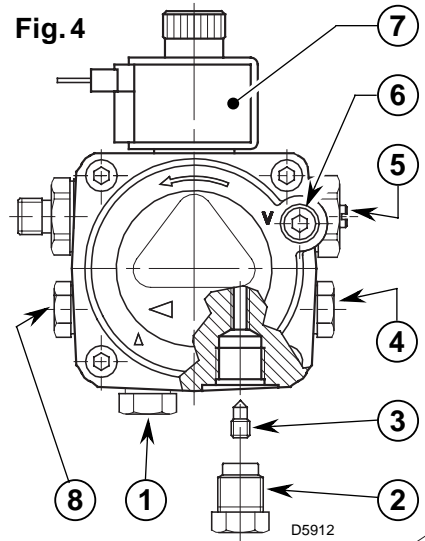

Fig. 4
Para el funcionamiento monotubo, se debe desenroscar el tapón de retorno (2), quitar el tornillo de by-pass (3) y seguidamente volver a enroscar el tapón (2), (ver fig. 4).